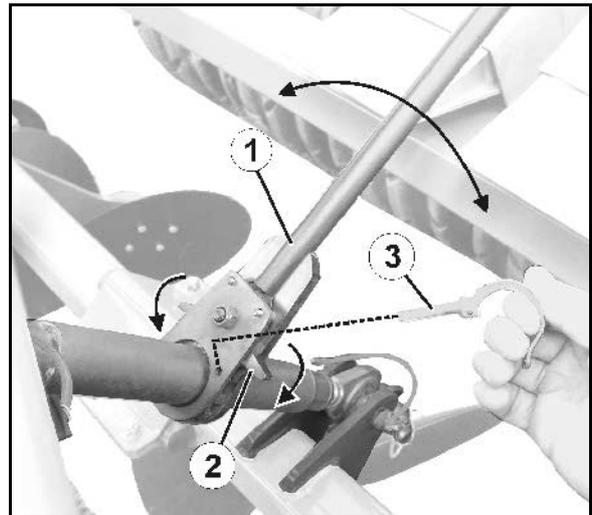

Fig. 58
1. Retirar el pasador clavija (Fig. 58/3).
2. Encajar la palanca abatible (Fig. 58/2) según la dirección de giro deseada.
3. Alargar/acortar el husillo mediante la palanca de mano (Fig. 58/1).
4. Asegurar el ajuste con el pasador clavija (Fig. 58/3).